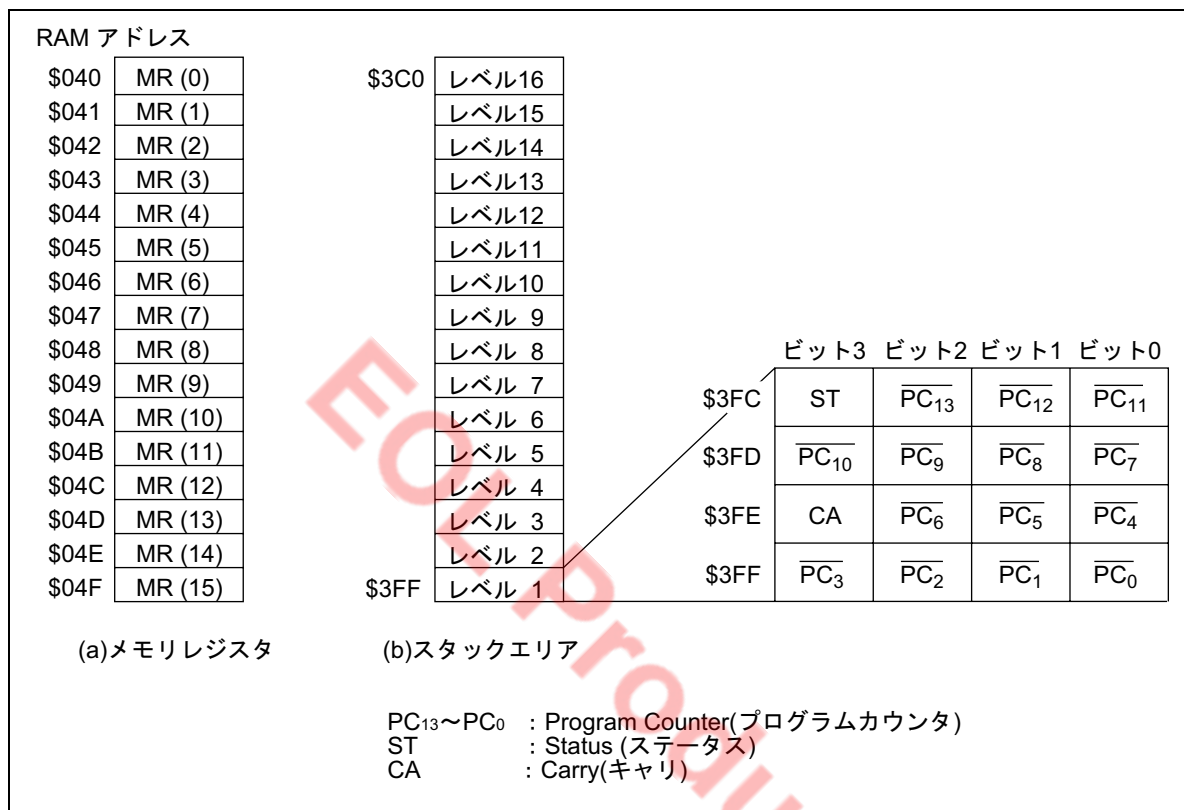

図 6 メモリレジスタ、スタックエリアの構成と退避状態
メモリレジスタ (MR(0)~MR(15)) の 16 デジットは、レジスタ・レジスタ命令の LAMR、XMRA 命令によってもアクセスできるデータエリアです。その構成を図 6 (a) に示します。
(4) スタックエリア…\$3C0~\$3FF
サブルーチンコール (CAL、CALL 命令) および割り込み処理時に、プログラムカウンタ (PC)、ステータス (ST) およびキャリ (CA) の内容を退避するためのスタックエリアです。1 レベルにつき 4 デジットが使用されるので、最大 16 レベルのサブルーチンスタックとして使用できます。退避されるデータおよび退避の状態を図 6 (b) に示します。プログラムカウンタは、RTN 命令および RTNI 命令によって回復されます。ステータスとキャリは、RTNI 命令によって回復され、RTN 命令によっては影響を受けません。退避に使用しないエリアはデータエリアとして使用することができます。